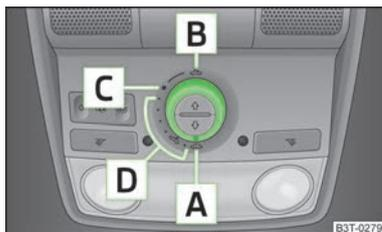

Abb. 27
Das Panorama-Schiebedach mit Sonnenschutzrollo kann nur bei eingeschalteter Zündung mit dem Drehschalter bedient werden » Abb. 27 auf Seite 46. Der Drehschalter hat mehrere Stellungen.
Wurde die Batterie abgeklemmt und wieder angeklemmt, kann es passieren, dass sich das Schiebe-/Ausstelldach nicht vollständig schließt. Deshalb muss der Drehschalter in die Schalterstellung **A** gebracht » Abb. 27 auf Seite 46 und etwa 10 Sekunden lang vorn gedrückt werden.
» Den Schalter in Stellung **C** » Abb. 27 drehen.
» Den Schalter in eine Stellung im Bereich **D** » Abb. 27 drehen.
» Den Schalter in Stellung **B** » Abb. 27 drehen und in dieser Position (gefederte Stellung) halten.
- » Den Schalter in Stellung **A** » Abb. 27 drehen.